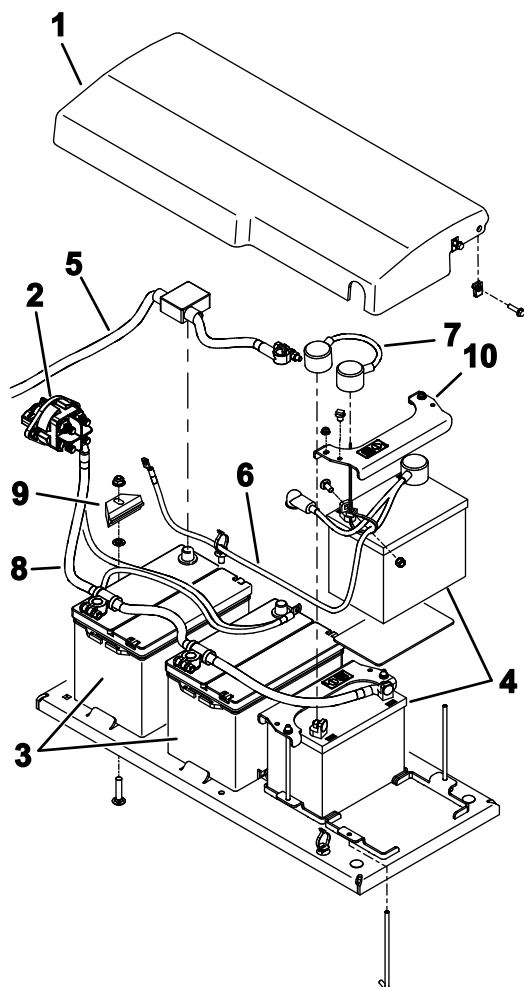

Figura 103
6. Rimuovete i dispositivi di fissaggio che fissano il coperchio della batteria alla macchina e rimuovete la copertura (Figura 103).
9. Rimuovete attentamente le batterie dalla macchina (Figura 103).
1. Fissare le batterie con i dispositivi di fissaggio (Figura 103).